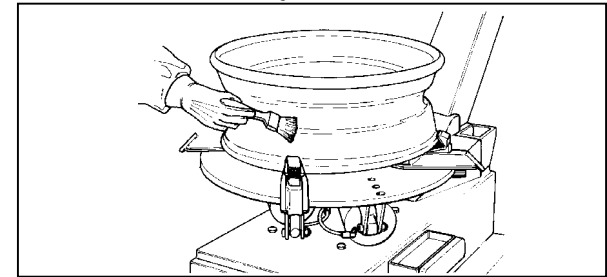

Fig. 15
A. Lubricate the entire rim surface (Fig.15).
A. Lubrifier toute la surface de la jante (Fig. 15).